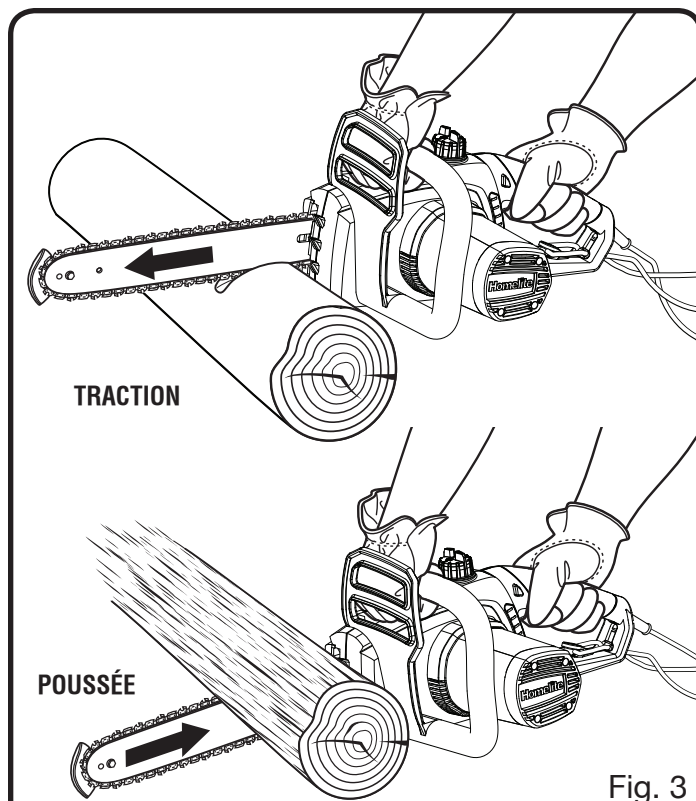

Fig. 3
- Poussée et traction - La force de réaction s'exerce toujours dans le sens opposé à la rotation de la chaîne, au point de contact avec le bois. Par conséquent, l'opérateur doit être prêt à contrôler la TRACTION lorsque la coupe est effectuée avec le bas du guide et la POUSSEE lorsque la coupe est effectuée avec le haut du guide. Voir la figure 3.